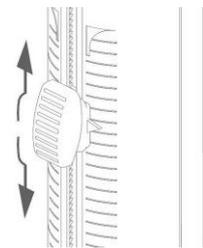

Fig.4 スライドカーソル
- ① 排出チューブ先端のキャップを回し、取外します。
- ② 分注容量調整スライドカーソルを「Stop」位置から移動させます。(Fig.4)
- ③ 本体内部の気泡を取り除くため、分注動作を数回繰り返してください。その際、排出チューブより吐出される溶液を、空の容器で受けてください。本体内部の気泡の有無は、排出チューブの流路確認用スリットにて確認してください。